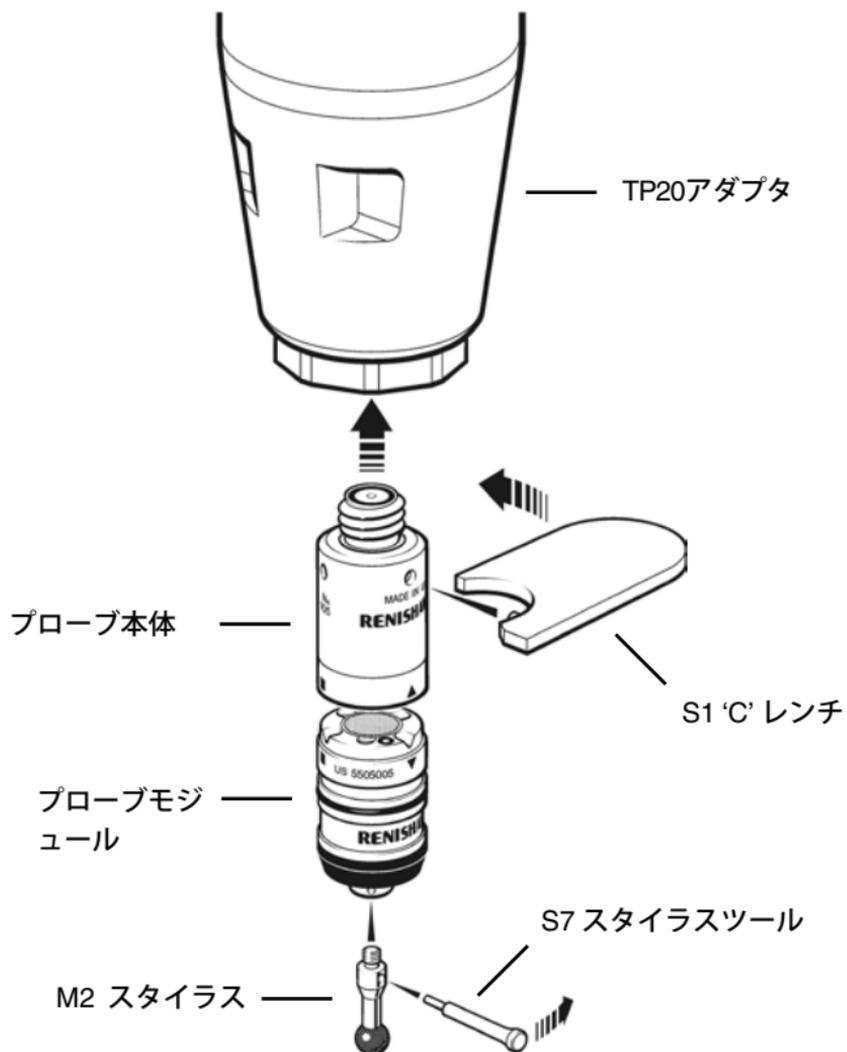

図3 - TP20 プローブの FARO アダプタへの取り付け
TP20 プローブモジュールを取り付ける場合は、下記の手順を実施してください（図3を参照）：
2. S1 'C' レンチ（付属品）をプローブ本体に図3のように取り付けます。
スタイルスをプローブモジュールに取り付ける場合は、下記の手順を実施してください（図3を参照）：